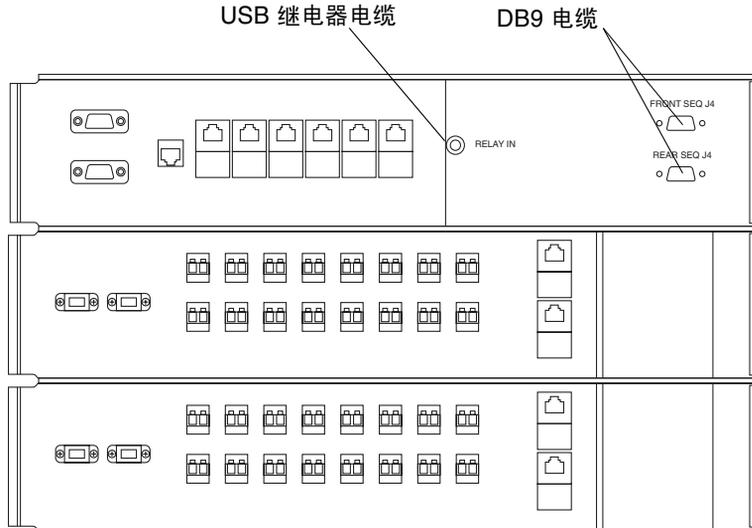

图 B-2 基本机箱服务面板内侧的前、后电源定序器接口
2. 找到松弛地系在服务面板背面继电器面板上的两根 DB9 电缆。将标记为 "J14 to PP Front Seq J14 In" 的电缆连接到 "FRONT SEQ J14" 接口；将标记为 "J14 to PP Rear Seq J14 In" 的电缆连接到 "REAR SEQ J14" 接口，这两个接口均位于服务面板的背面（图 B-2）。